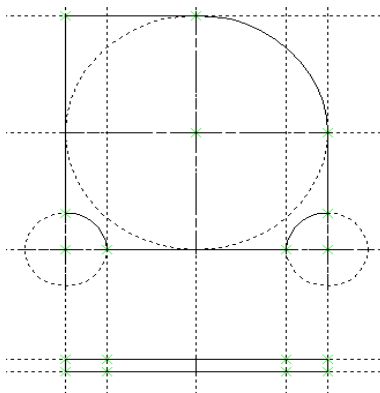

Рис.45. Нанесение осевых линий
**Постановка осей.** Перед тем как нанести осевые линии, построим изображение вида сверху, как изображено на рис. 45.